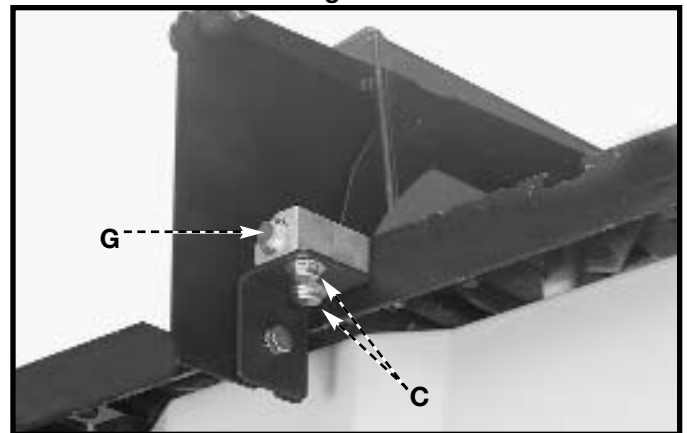

Fig. 17
9. Cuando esté seguro que el hendidor está debidamente alineado con la hoja de la sierra, apriete los dos tornillos (C) Fig. 17 que fijan el soporte de apoyo del hendidor al soporte del hendidor, y apriete el tornillo (G) que fija el soporte del hendidor a la varilla pivotante.